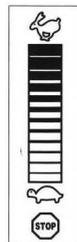

Рис. 20
**Дроссельная заслонка (рис. 20)**